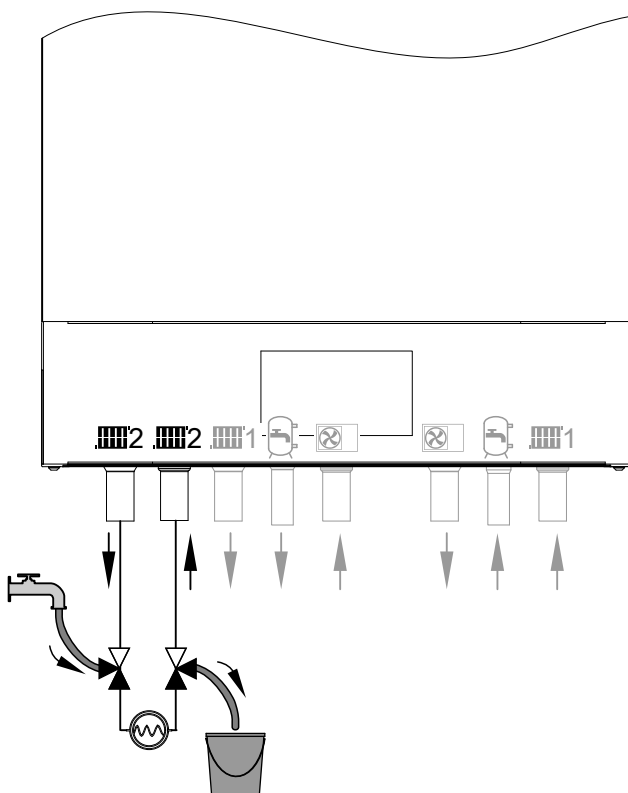

Abb. 77
4. 3-Wege-Kugelhähne im Vor- und Rücklauf Heiz-/Kühlkreis 2 gemäß Abb. 77 öffnen.